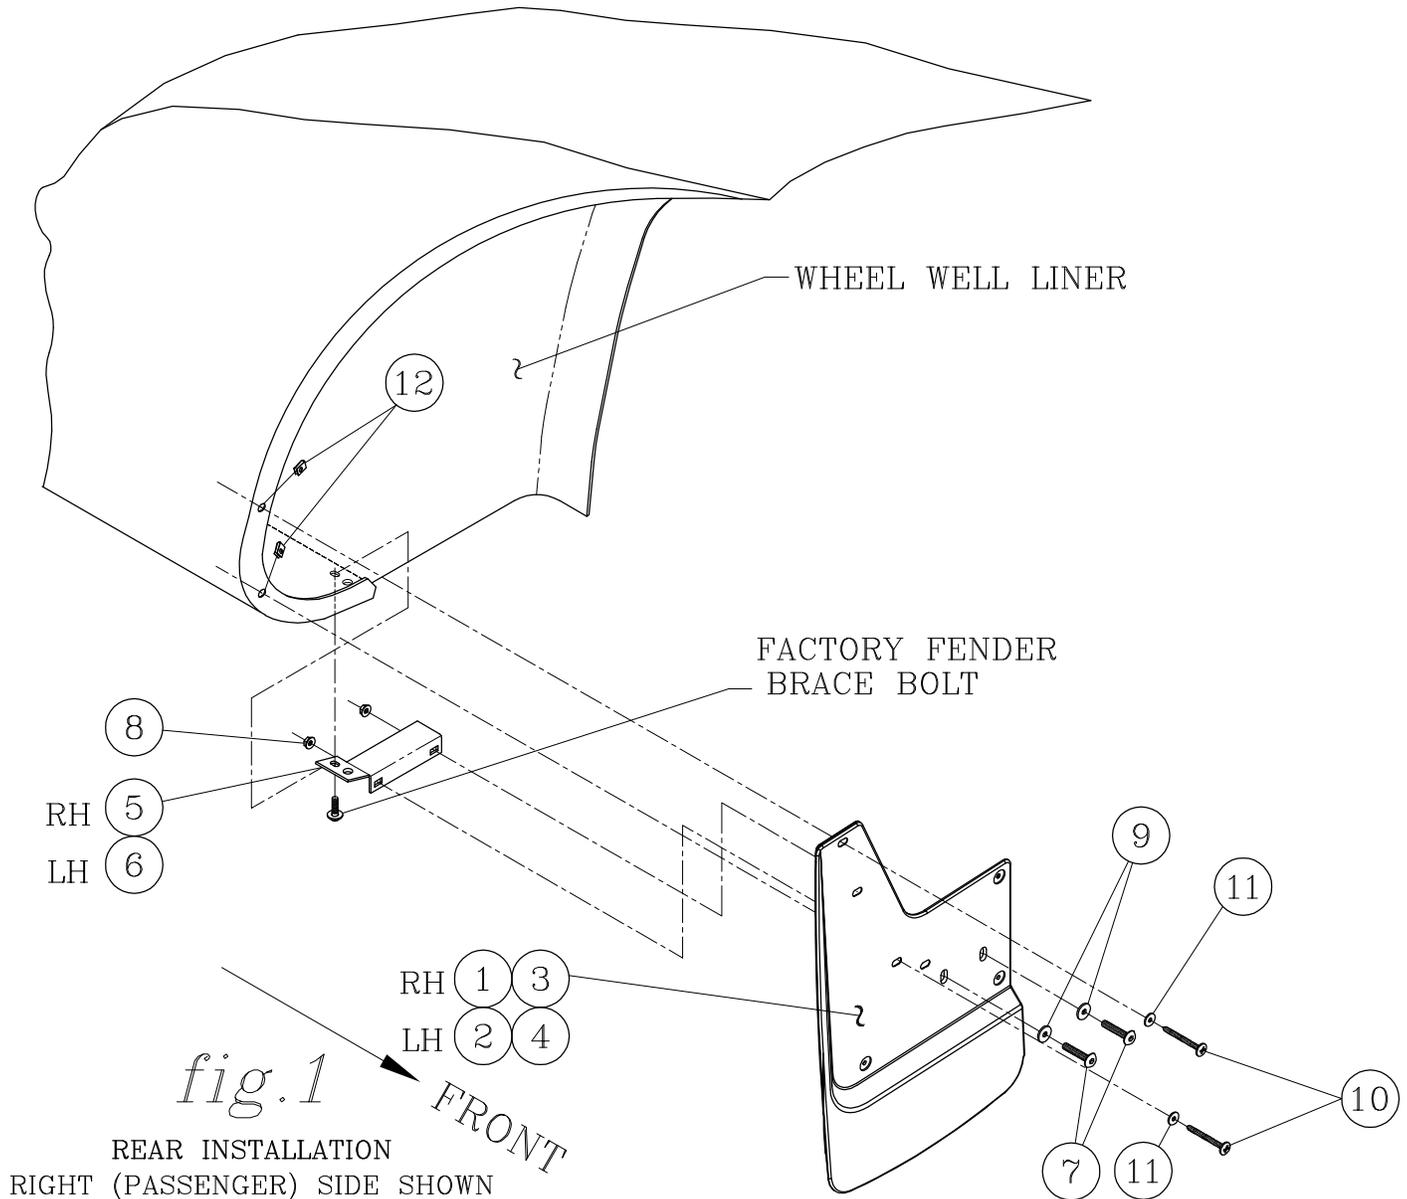

fig. 1
- 2.4. REMOVE THE HEX HEAD FACTORY FENDER BRACE BOLT FROM THE BOTTOM OF THE BOX ROCKER PANEL AS SHOWN IN FIG 1. (THIS FASTENER IS REUSED).